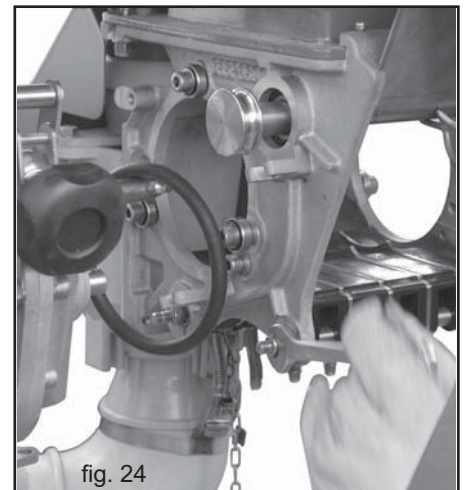

fig. 24
- 1) Para desmontar el grupo de los palpadores afloje las cuatro tuercas de los ejes (delante y detrás) (Fig. 24), utilizando una llave de 13 mm, ...